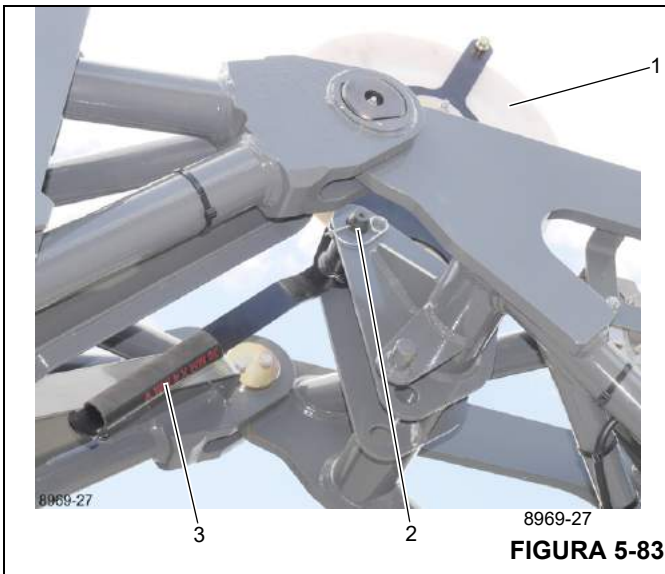

FIGURA 5-83
3. Dobre a polia do mastro (1) para cima e a prenda-a na posição com o pino (2, Figura 5-83).
4. Prenda o pino (2) usando o grampo de retenção.
1. Remova o grampo de retenção do pino (2, Figura 5-83).
2. Segure a polia do mastro pela alça (3) e retire o pino (2).
3. Dobre a polia do mastro (1) para baixo e prenda-a na posição com o pino (2).